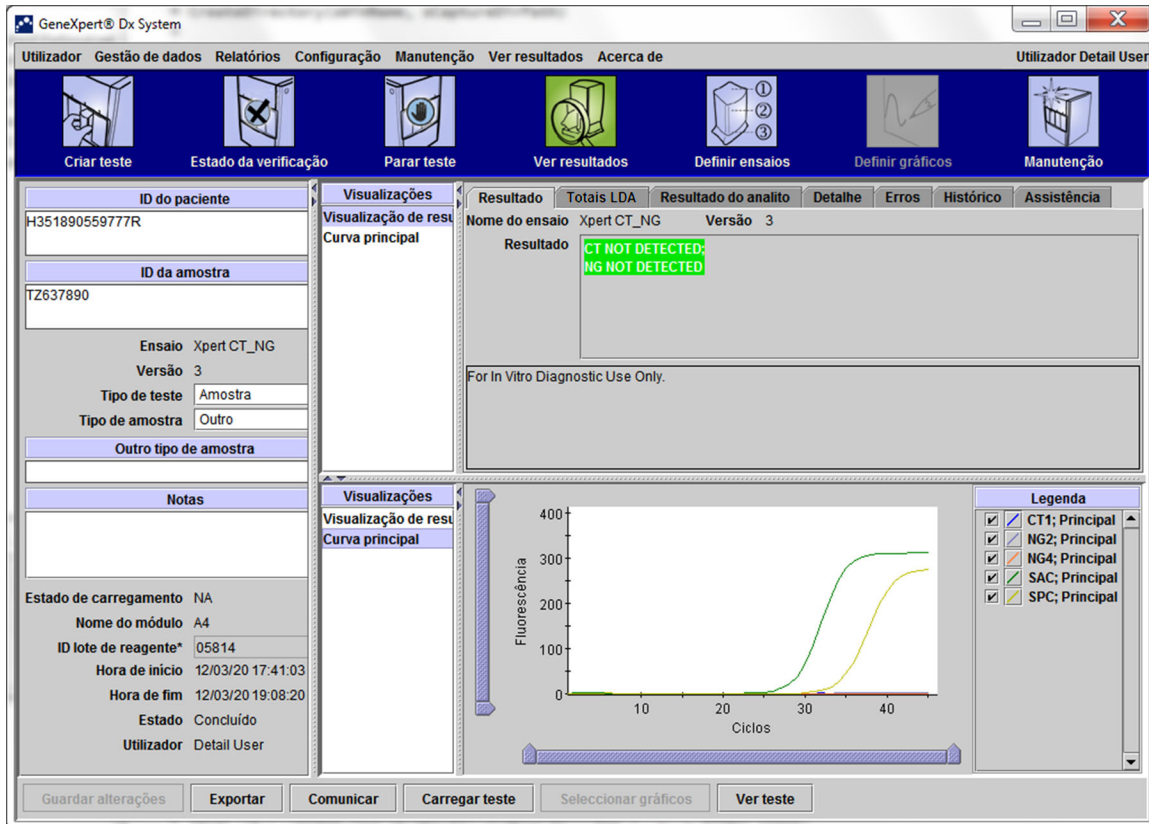

Figura 5-36. Janela Ver resultados do GeneXpert Dx (vista de Detalhe e Administrador)
1. Na janela GeneXpert Dx System, clique em **Ver resultados** na barra de menus. É apresentada a janela Ver resultados. Consulte a figura 5-36.
A janela Ver resultados apresenta diferentes funcionalidades para diferentes tipos de utilizador. A Secção 5.12.2, Vista de utilizador Básico descreve a janela Ver resultados para utilizadores Básico. A Secção 5.12.3, Vista de utilizador Detalhe e Administrador descreve a janela Ver resultados para utilizadores Detalhe e Administrador. A figura 5-36 mostra a janela Ver resultados para utilizadores Detalhe e Administrador.